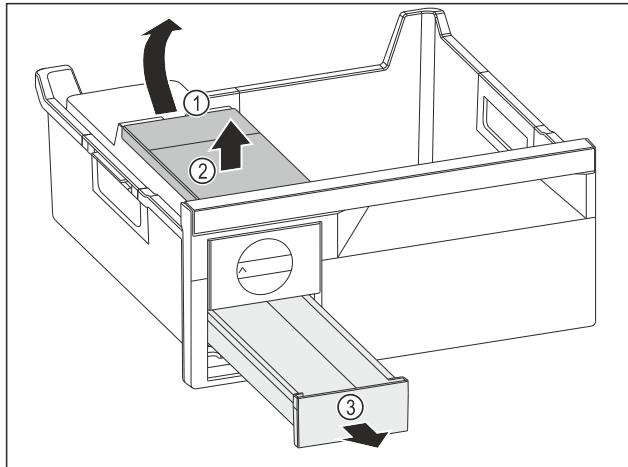

Fig. 140
- Извлеките бак для воды: Поднимите бак для воды за выемку Fig. 140 (1).
- Извлеките бак для воды Fig. 140 (2) движением вверх.
- Извлеките выдвижной ящик для кубиков льда Fig. 140 (3) движением вперед.